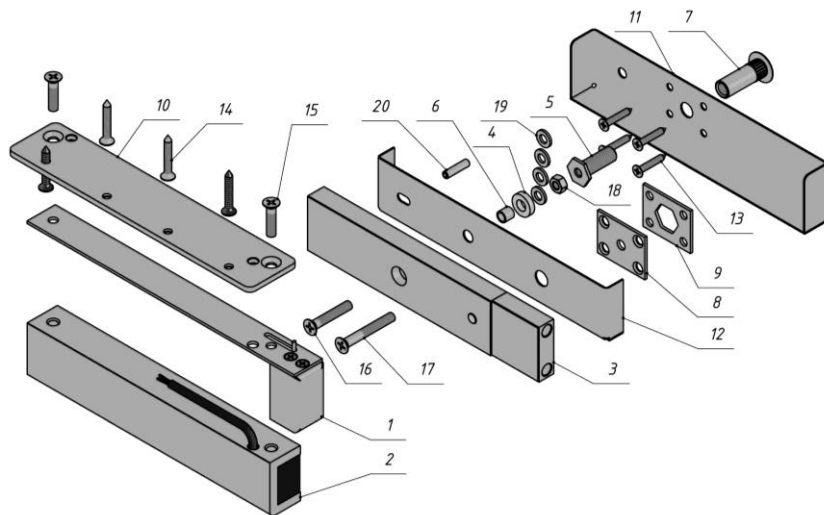

Рисунок 1 – Комплект поставки замка
5.8 Винт крепления якоря (поз.16 или 17 рис.1) необходимо затянуть с усилием, достаточным для исключения его отворачивания в процессе эксплуатации. Рекомендуется ставить винт на стопорящий герметик типа «Анатерм» или на нитролак НЦ.